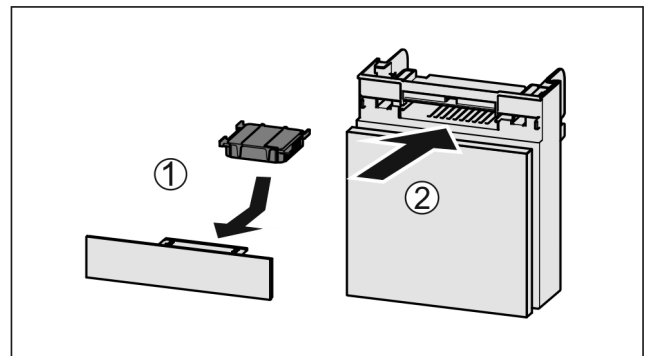

Fig. 70
- Aktivkohlefilter nach Abbildung einsetzen Fig. 70 (1).
- Fach einschieben Fig. 70 (2).